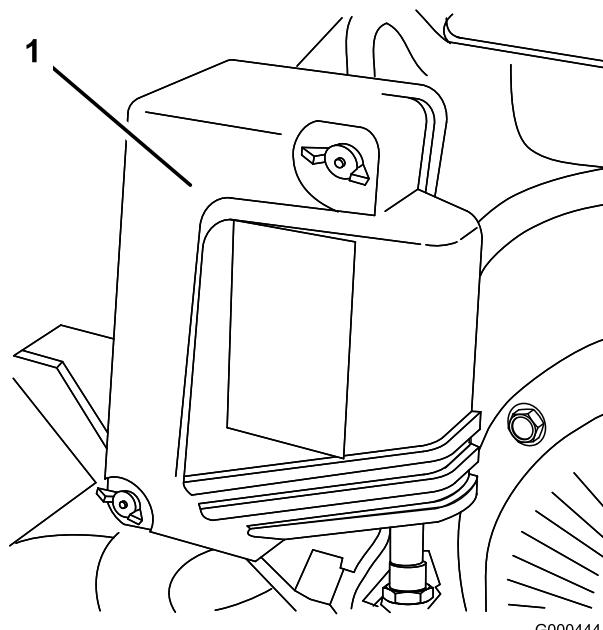

Figura 21
- Togliete i dadi ad alette che fissano il coperchio del filtro dell'aria al filtro, togliete il coperchio, e pulitelo accuratamente (Figura 21).